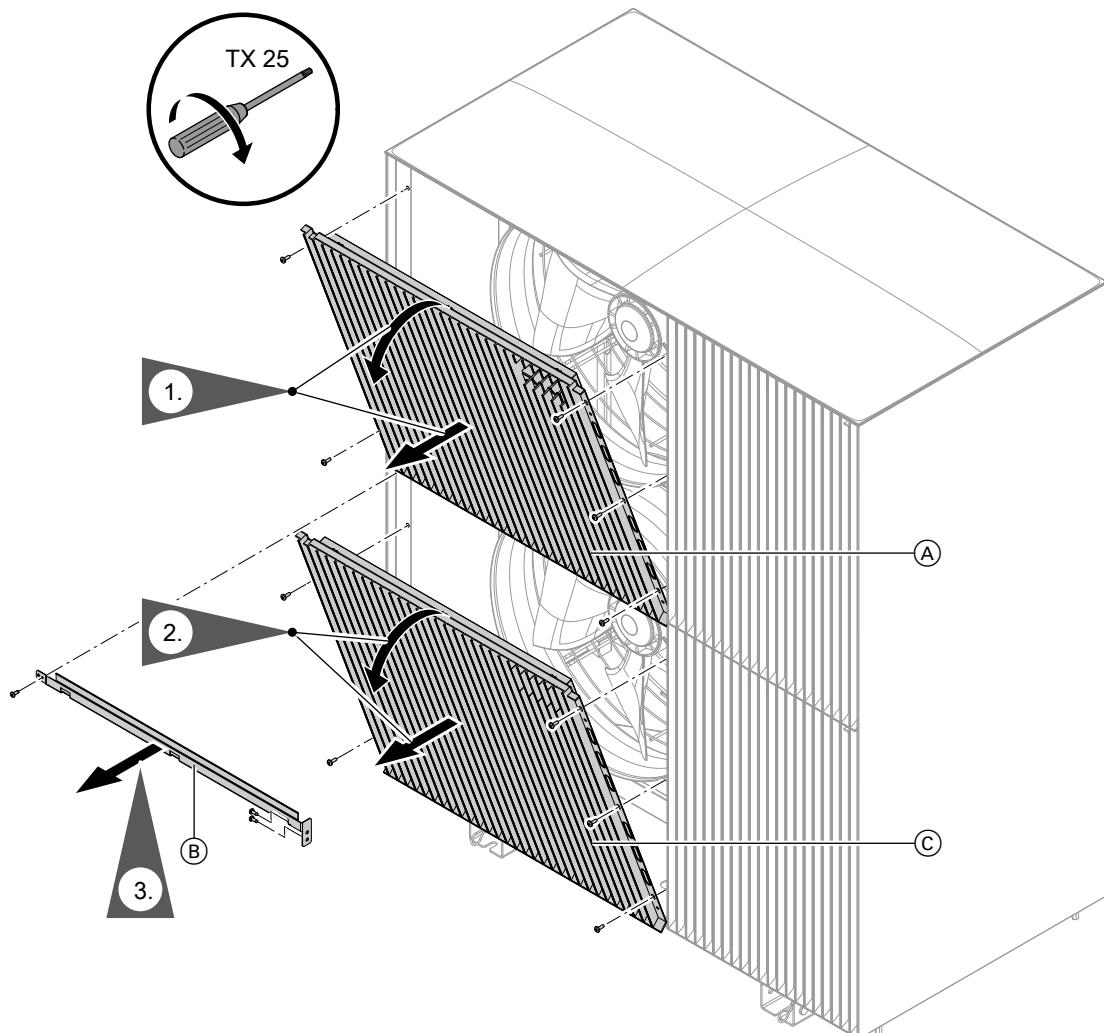

Abb. 122
3. Schutzwand Ventilatoren und Versteifungswinkel abbauen: Siehe Abb. 122.